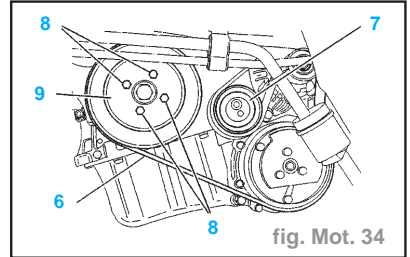

fig. Mot. 34
- Desserrer la fixation du galet-tendeur (**7**) (fig. Mot. 34).